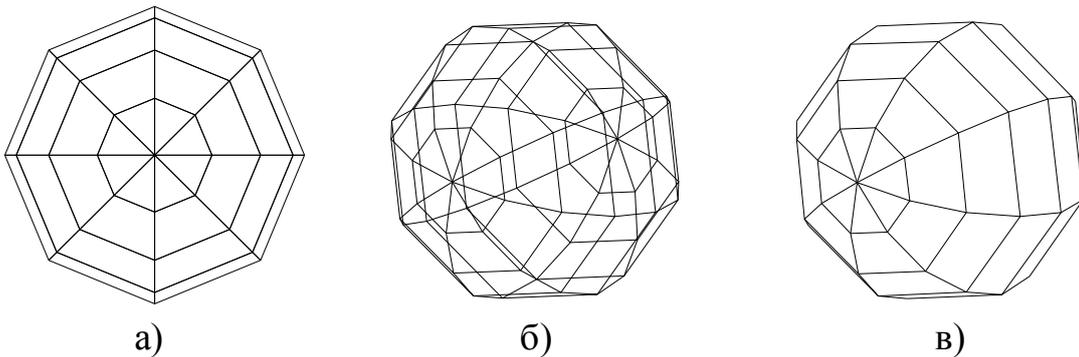

Рис. 99
7. Команда **AI_SPHERE (ШАР)** создает поверхность сферы (рис. 99).
Задав радиус и необходимое число сегментов, получаем изображение шара сверху (рис. 99, а). Затем при помощи пункта **3D ДИНАМИЧЕСКИЙ ВИД**, расположенного в падающем меню **ВИД**, поворачиваем шар на некоторый угол (рис. 99, б). Используем команду **HIDE (СКРЫТЬ)**, рис. 99, в.